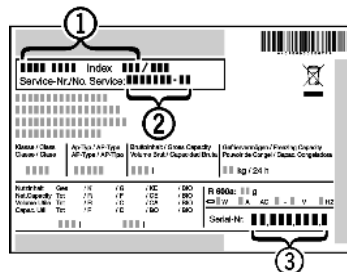

Fig. 6
- ▶ Lugege tüübisildilt maha seadme nimetus *Fig. 6 (1)*, teenindusnr *Fig. 6 (2)* ja seerianr *Fig. 6 (3)*. Tüübisilt asub seadme vasakul siseseinal.
- ▶ Teavitage klienditeenindust ja edastage viga, seadme nimetus *Fig. 6 (1)*, teenindusnr *Fig. 6 (2)* ja seerianr *Fig. 6 (3)*.